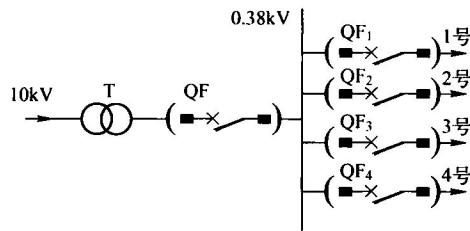

图1-1 变电站供电系统图
(1) 要点：电气系统图（方框图）是用单线表示电能或信号按回路分配的图样，主要表示各个回路的名称、用途、容量，以及主要电气设备、开关元件和导线电缆的规格型号等。通过电气系统图可以知道该系统有多少回路和主要用电设备的容量、控制方式等。
(2) 图例：图1-1为某一变电站供电系统图。
(3) 图例说明：图1-1所示变电站供电系统图，表示这个变电站可把10kV的电压通过变压器转换为0.38kV的电压，经过断路器QF和母线，通过QF₁、QF₂、QF₃、QF₄分别供给了4条用电支路。
(4) 相关说明：电气系统图（方框图）常用来表示整个工程或其中某一项的供电方式和电能输送关系，也可以表示某用电装置或用电设备主要组成部分的关系。